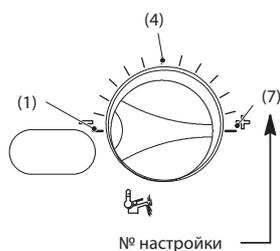

Рис. 43
- 2 Чтобы изменить настройку, поверните регулятор температуры горячего водоснабжения и установите его в **положение (7)** как указано на (Рис. 43).